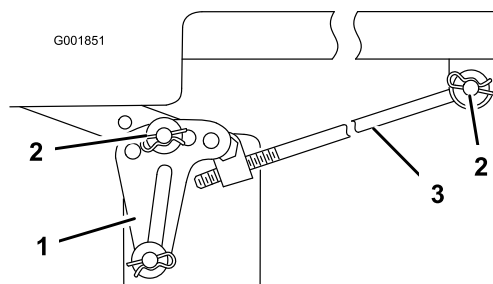

Figura 57
Nota: Antes de retirar el cortacésped, anote los taladros usados para los soportes de nivelación (Figura 57).
5. Retire el pasador de horquilla y la arandela de la varilla de ajuste (Figura 57) en cada lado del cortacésped.
6. Retire el pasador y la arandela del soporte de nivelación del cortacésped (Figura 57) en cada lado del cortacésped. Observe en qué taladro está montado el soporte para instalaciones futuras. Retire los soportes del perno de montaje.
6. Conecte la varilla de ajuste a la máquina con la arandela y el pasador de horquilla (Figura 57) en cada lado del cortacésped.
7. Deslice los soportes de nivelación sobre los pernos de montaje y fíjelos con las arandelas y los pasadores (Figura 57).